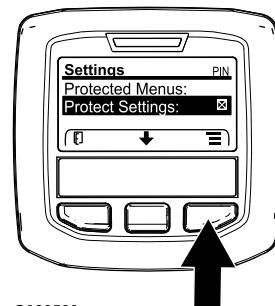

Figura 28
1. Acceda al menú protegido y desbloquee el submenú de configuración protegida (Figura 28); consulte Acceso a menús protegidos \(página 16\).